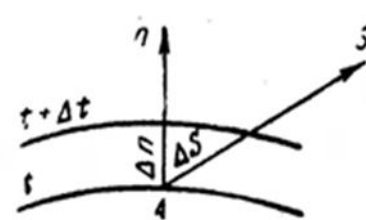

Рис.1
**Изотермической поверхностью** называется поверхность тела с одинаковой температурой. Рассмотрим две изотермические поверхности (Рис. 1) с температурами  $t$  и  $t + \Delta t$ . **Градиентом температуры** называют предел отношения изменения температуры  $\Delta t$  к расстоянию между изотермами по нормали  $\Delta n$ , когда он стремится к нулю: